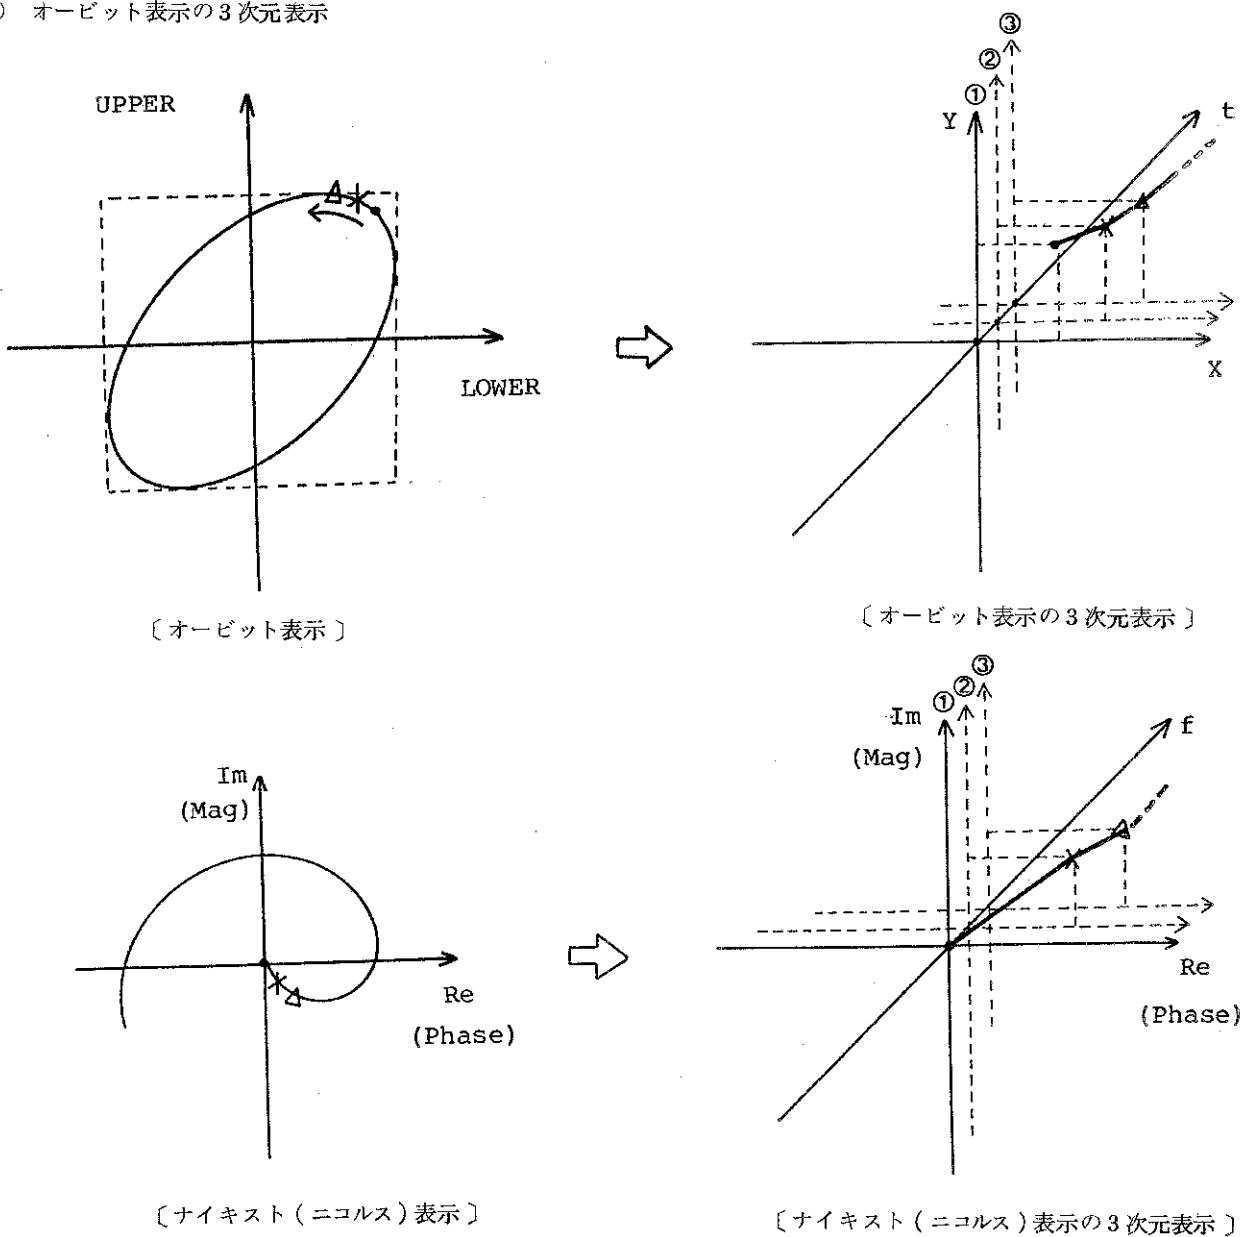

図7-11 オービット(ナイキスト, ニコルス)表示の3次元表示
通常の3次元表示は, 波形の時間的変化を次々と表示していきませんが, ナイキスト表示, オービット表示, ニコルス表示の3次元表示は, 現在画面に表示されている波形のみを〔図7-11〕のように表示変換する機能です。すなわち, 座標を〔図7-11〕の①, ②, ③……のように移動させてその座標平面におけるデータを次々と直線でつないで表示していきま。〔図7-12〕にナイキスト表示, 〔図7-13〕にその3次元表示したものを示します。
① オービット表示の3次元表示